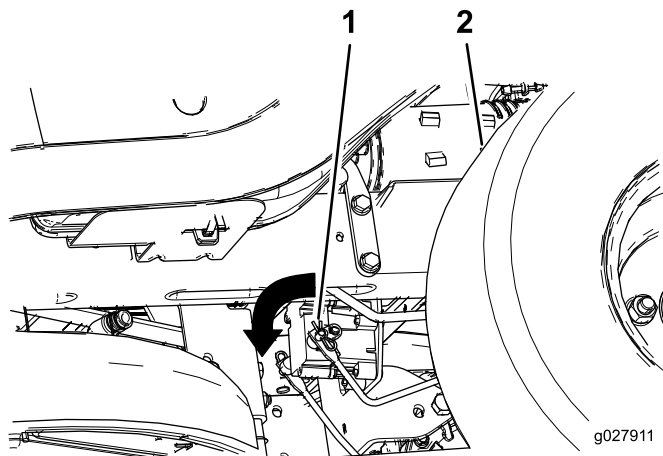

Figure 41
2. Localisez les arbres auxquels sont les bras de liaison sont reliés de chaque côté du frein électrique (Figure 41).